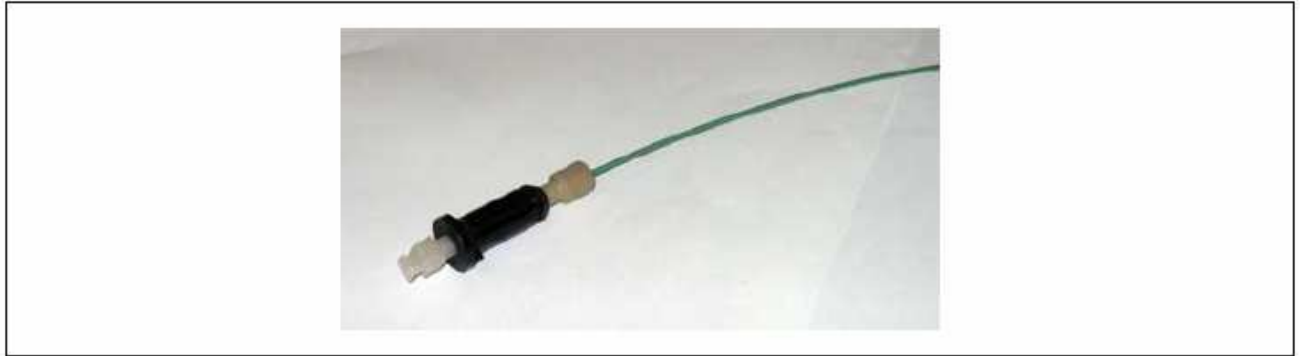

Figure 5.3. Connexion du tube au port d'injection.
2. Appuyer sur les pattes de fixation métalliques sous le port d'injection sur l'avant du DC (voir figure 5.3), et sortie le port d'injection hors du DC.
5. Mettre un raccord et une férule 1/8 pouce au bout de ce tube et le connecter à l'arrière du port d'injection (voir figure 5.3).